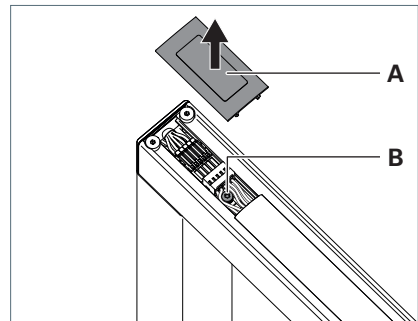

Fig. 6: Prüfpunkte (DGUV V3).
- ▶ Entfernen Sie die Abdeckung **A**, siehe Fig. 6.